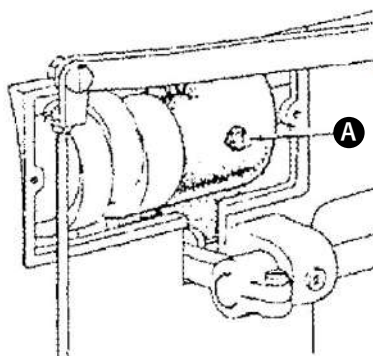

Рис.7
Наносите смазку на части (A) и (B) на рис. 7 и 8.